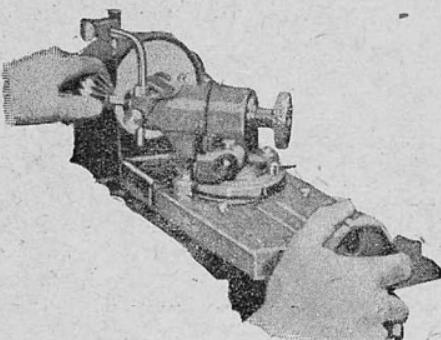

Рис. 2. Установка щарошки в патрон, монтированный на салазках станка
1. Надо надеть шарошку на конус стержня, который завернут в самоцентрирующийся патрон, как указано на рис. 2, точно так же, как был установлен клапан при шлифовке его головки.